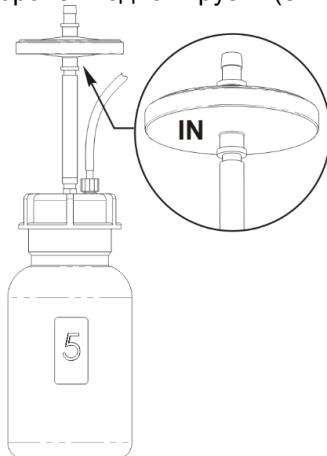

Рисунок 12. Установка фильтра
- 9.6. Замена гидрофобного фильтра (рис. 12).
Внимание! Соблюдайте расположение фильтра согласно рис. 12. Обозначение **IN** должно быть расположено на стороне входной трубы (ближе к бутыли-ловушке).